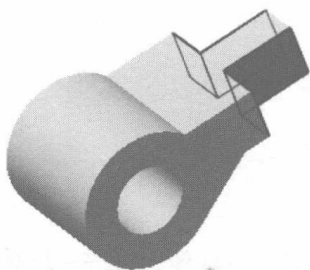
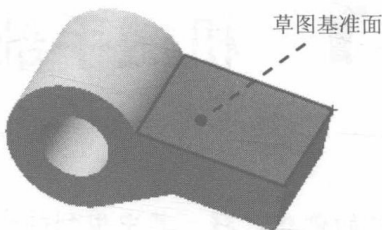
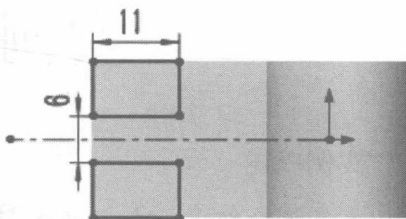

图 1.4 切除-拉伸 1
图 1.5 草图基准面
图 1.6 横断面草图
Step3. 创建图 1.4 所示的切除-拉伸 1。选择下拉菜单 **插入(I)** → **切除(C)** → **拉伸(E)...** 命令；选取图 1.5 所示的面为草图基准面，绘制图 1.6 所示的横断面草图；在“切除-拉伸”对话框 **方向1** 区域 按钮后的下拉列表中选择 **完全贯穿** 选项；单击 按钮，完成切除-拉伸 1 的创建。